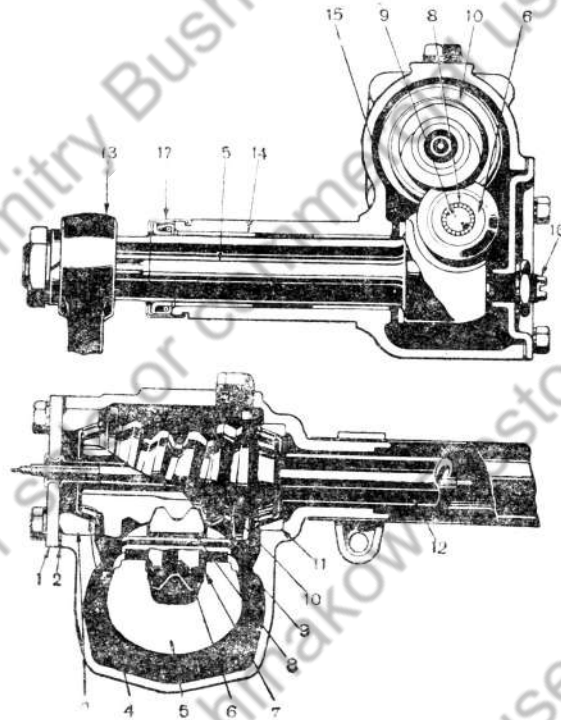

Рис. 36. Рулевой механизм:
Червяк 10 (рис. 36) руля напрессован на пустотелый вал 12, на который с другого конца крепится рулевое колесо.
Регулировка зазора в зацеплении червяка с роликом производится изменением количества прокладок 15 и соответствующим подвертыванием регулировочного винта 16. Как видно из рис. 36, двойной ролик 6 руля не лежит в одной вертикальной плоскости с червяком, а несколько сдвинут. Поэтому при уменьшении количества прокладок ролик перемещается в сторону червяка, уменьшается расстояние между центрами этой пары и, следовательно, уменьшается зазор в зацеплении. Зазор в зацеплении рабочей пары руля — переменный.
При наличии такой игры её надо устранить подвёртыванием бронзового регулировочного винта 16 (рис. 36) и после окончания регулировки затянуть контргайку.
2. Отвернуть болты крепления боковой крышки, вынуть вал сошки, следя за тем, чтобы ни одна регулировочная прокладка 15 (рис. 36), из сидящих на валу, не осталась в картере.